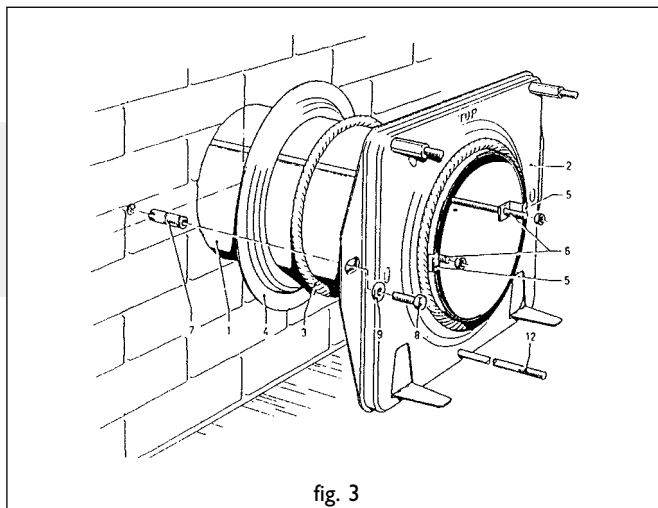

fig. 3
Instalación de la salida de pared estandar (fig. 3)
- Sustituir la tuerca (8) (fig 3) por otra de madera por ejemplo
- Colocar en la parte de la habitación entre la plancha de montaje (2) y la pared la placa de protección (14)
- Asegure en la parte exterior de la pared por medio de 4 tornillos (16) la placa de silumen (15)